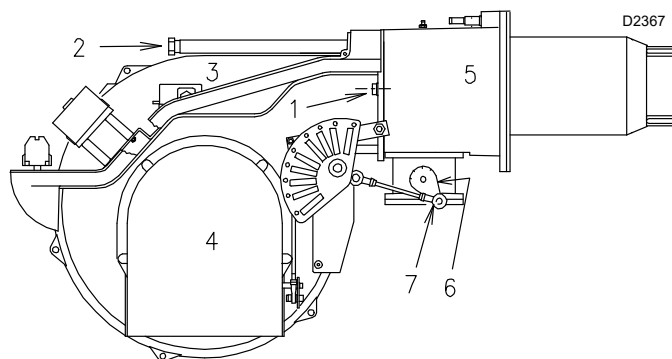

Fig. 18
- introducir el cable de la sonda y el cable del electrodo y luego deslizar el quemador hasta el manguito, quemador en la posición mostrada en la Fig. 18;